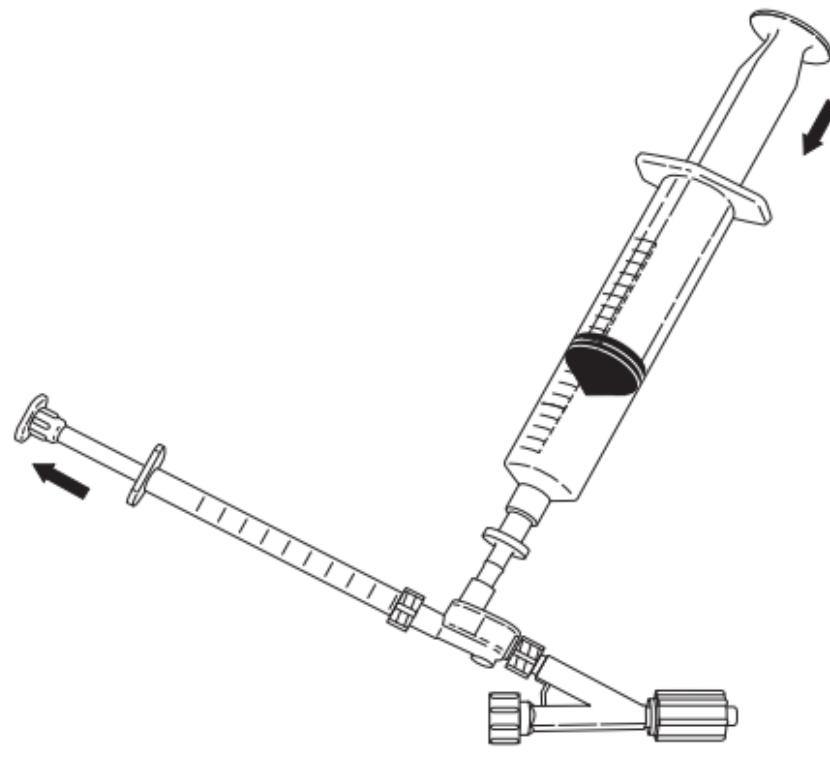

Fig. 4
6. Collegare una siringa da 1 ml alla porta di iniezione e aspirare 0,5 ml di soluzione. Staccare la siringa da 1 ml ed eliminare tutte le bolle d'aria dalla siringa. Lasciare una goccia di soluzione sulla porta di iniezione prima di ricollegare la siringa da 1 ml premendo leggermente la siringa da 20 ml per riempire la porta di iniezione. Ricollegare la siringa da 1 ml alla porta di iniezione. (**Fig. 4**)